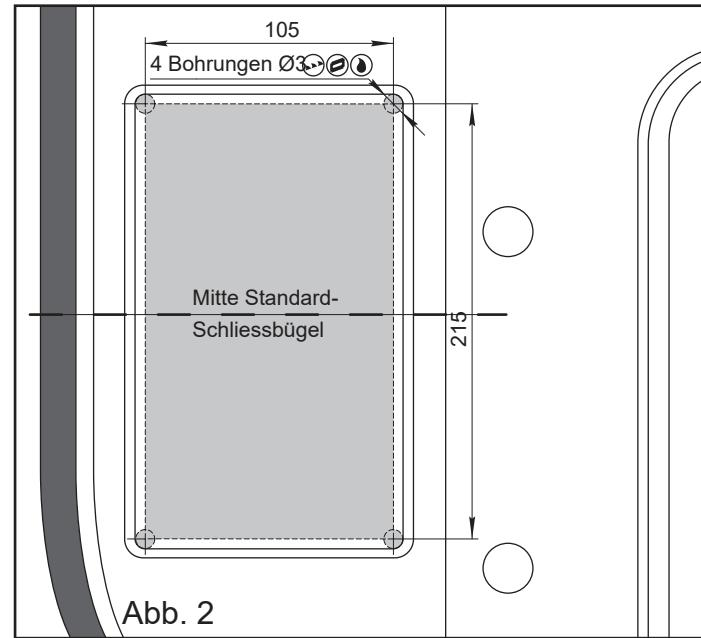

Abb. 2
2. Einen rechteckigen Ausschnitt 105 mm x 215 mm anbringen. Dazu die Mitte des Standard-Schliessbügels auf die Innenfläche der C-Säule übertragen (Abb. 2).
3. In die Ecken des Ausschnitts ein Loch Ø3 mm bohren (Abb. 2).